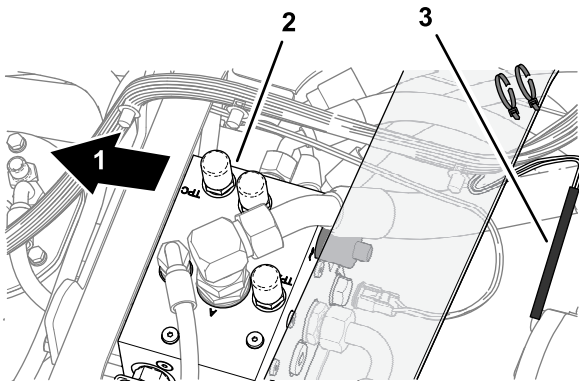

Bild 11
1. Entfernen Sie auf der rechten Seite des Getriebeverteilers die beiden Kabelbinder, die den Abzweig des Maschinenkabelbaums für den Bremsdruckschalter (Bild 11) sichern.